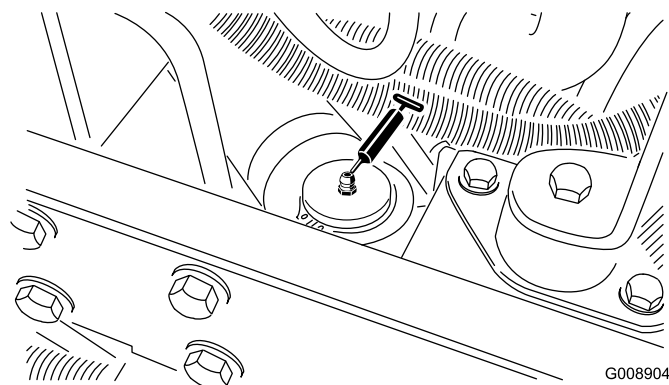

Figura 41
- Cilindro da direcção (Figura 41).